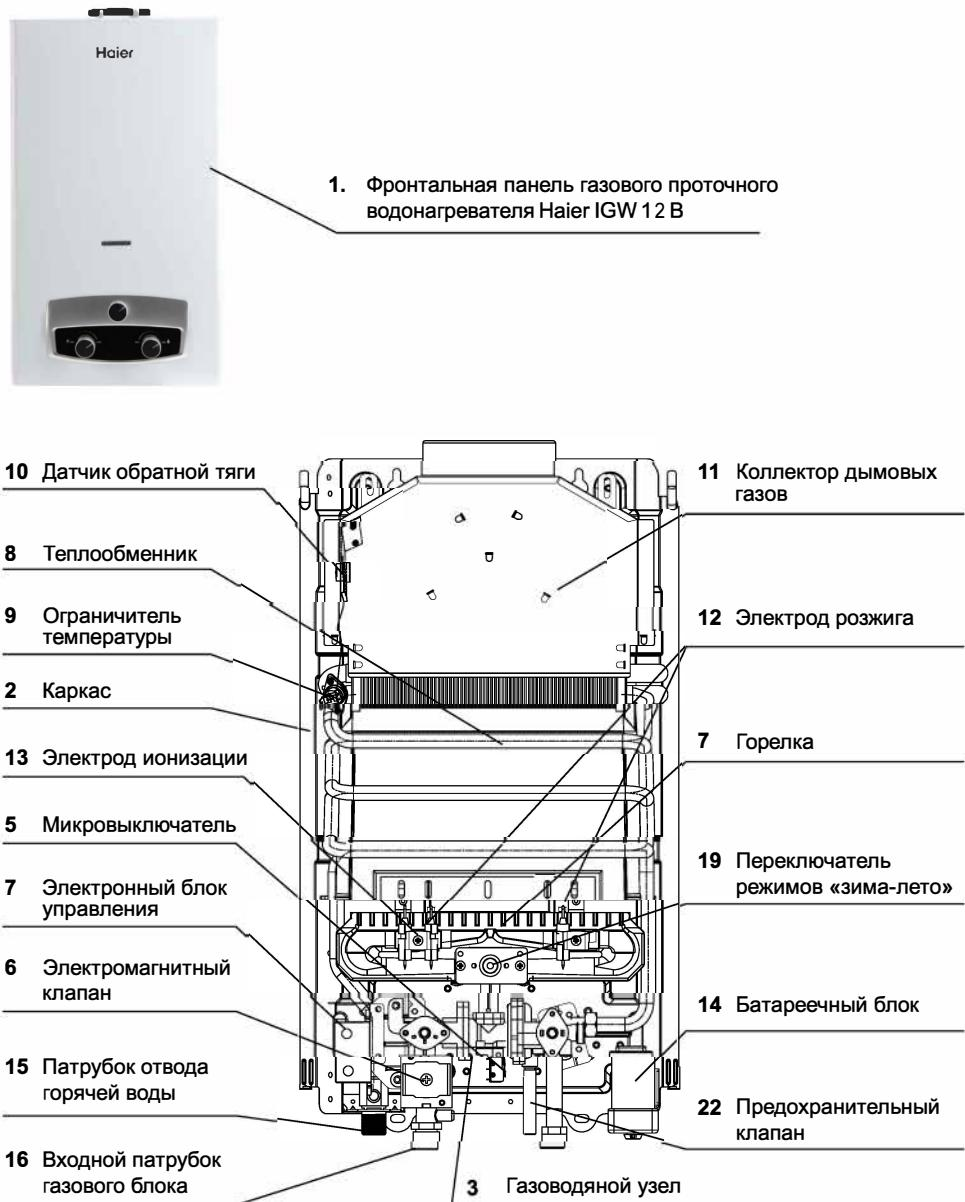

Рис. 1
Составные части изделия, поясняющие принцип устройства аппарата и требующие технического обслуживания во время эксплуатации, показаны на рис. 1.
**2.7.1** Газовый проточный водонагреватель настенного типа имеет прямоугольную форму, образуемую съемной облицовкой 1, установленной на каркасе 2 (см. рис. 1).
**Газоводяная арматура 3** (см. рис.1) предназначен для включения аппарата и обеспечения регулирования температуры воды и расхода газа. Узел состоит из двух регуляторов: водяного и газового. Конструкция регулятора водяного обеспечивает доступ газа к основной горелке только при наличии протока воды, одновременно обеспечивая срабатывание электромагнитного клапана 6 (см. рис. 1).
- 3) открыть кран горячей воды. Во время протока воды должен произойти искровой разряд между электродами розжига 12 и горелкой 7 (см. рис.1).